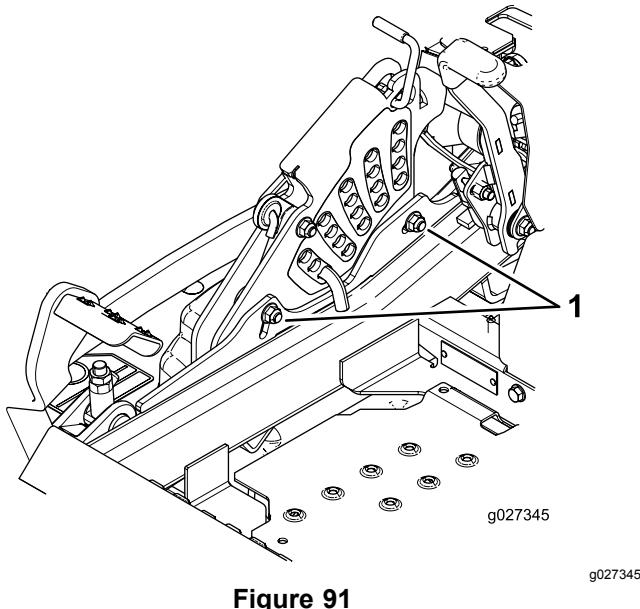

Figure 91
11. Pour régler le système monopoint, desserrez les 2 boulons au bas de la plaque de hauteur de coupe (Figure 91).
13. Serrez les 2 boulons au bas de la plaque de hauteur de coupe (Figure 91).